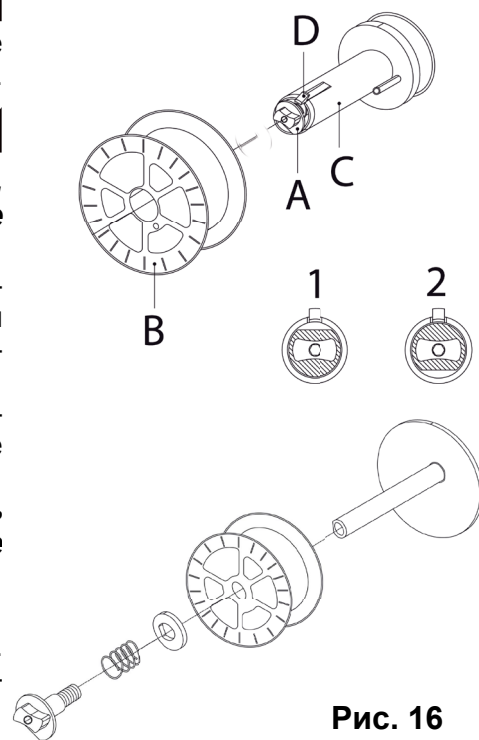

Рис. 16
- Откройте боковую панель отверстия катушки. Отвинтите гайку (А) разматывателя, повернув её в положение 1 (тормозной барабан). При необходимости заменить катушку извлеките пустую бобину, нажав на защёлку (D) (рис. 16).